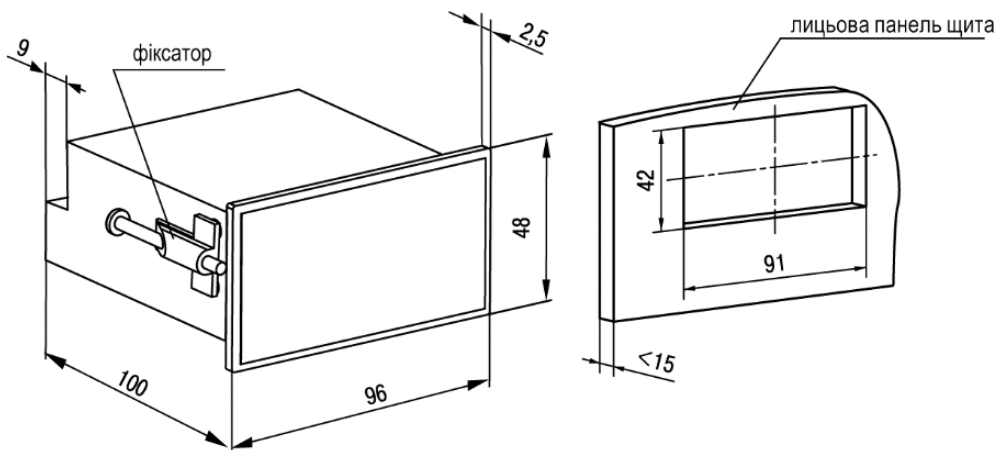

Рисунок 4.4 – Габаритні розміри корпусу Щ2
1. Підготувати на щиті керування монтажний виріз для встановлення пристрою (див. рисунок 4.4).